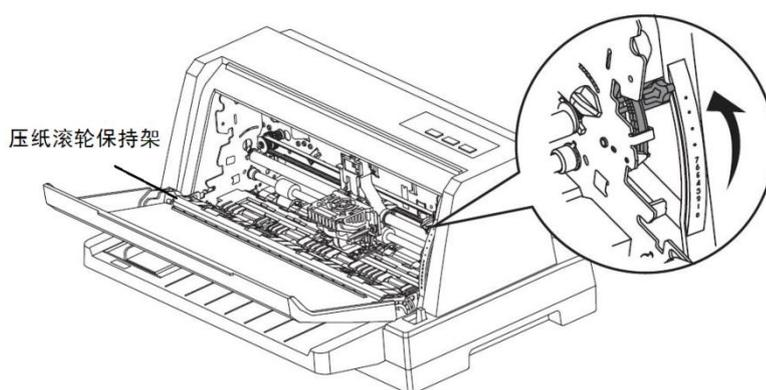

图 1
1) 确保打印机电源关闭。拉开前盖，将调节杆调到最高档位，并将压纸滚轮保持架翻转至图 1 位置。